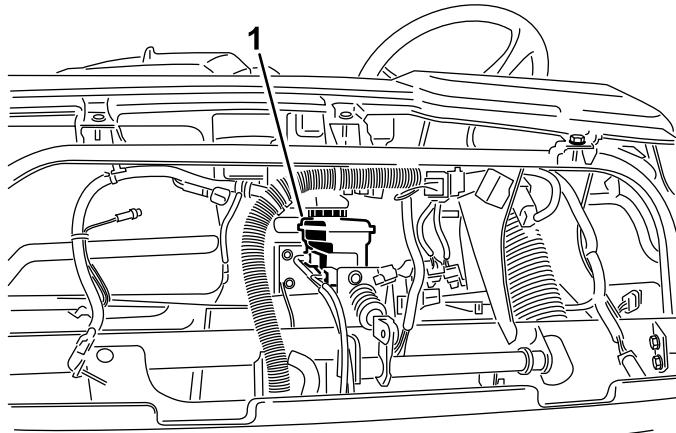

**Bild 21**
2. Der Flüssigkeitsstand sollte die Volllinie am Behälter erreichen (Bild 21).